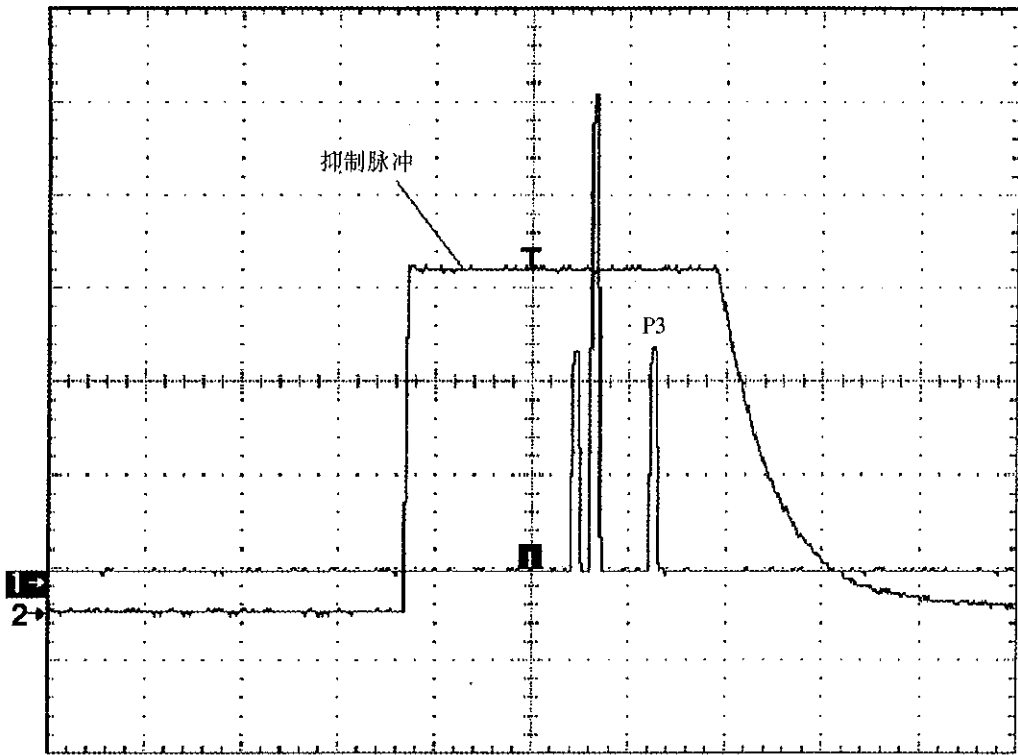

图 9
6.2.10.4 将“DBL INTERR/INTERF PULSE”置于“017.0 INTERF -”，调节示波器，察示波器波形如图 9 所示，并测量抑制脉冲宽度，将结果填入附录 C 表 C14 中。